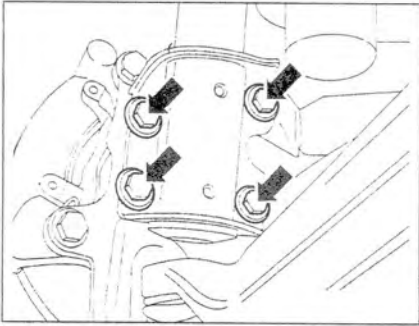

Рис. 6.10. Открутите болты крепления амортизатора к поворотному кулаку (стрелка) и снимите поворотный кулак.
11. Открутите болты крепления амортизатора к поворотному кулаку (стрелка) и снимите поворотный кулак (рис. 6.10).
4. Открутите болты крепления амортизатора к поворотному кулаку (стрелка) (рис. 6.10).